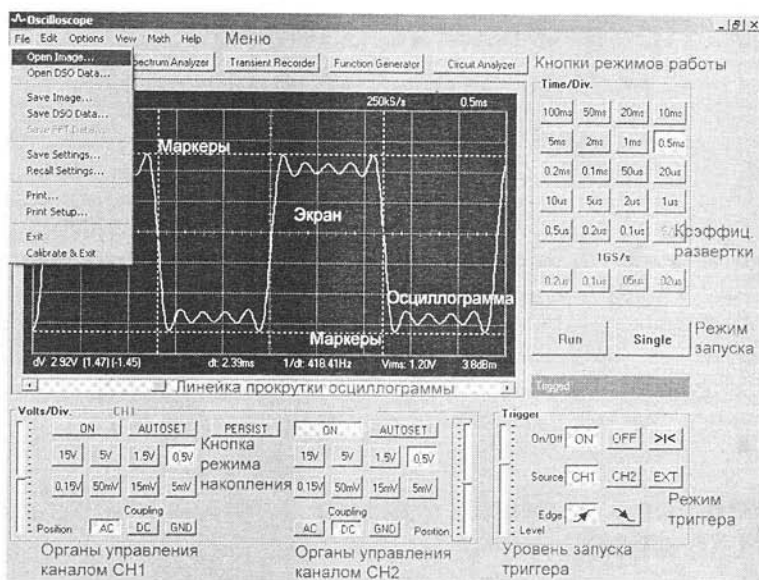

Рис. 9.1. Внешний вид окна лаборатории на диске
Ниже представлено описание достаточно массовой версии 1.38 лаборатории PC-Lab, появившейся в конце 2004 года и более новой реализации PC-Lab 2000 v. 2.01, появившейся в начале 2006 г. Внешний вид окна лаборатории, развернутого во весь экран дисплея компьютера, представлен на рис. 9.1.
- Меню — основное меню лаборатории с открывающимися позициями (на рис. 9.1 открыта позиция File);
Как всякая программная система, виртуальная лаборатория PC-Lab 2000 имеет стандартное меню (рис. 9.1) с рядом позиций:
Каждая позиция меню открывается указанием на нее курсором мыши и щелчком левой клавиши мыши (см. рис. 9.1 с открытой позицией File). При этом становится возможным исполнение относящихся к ней команд. Меню PC-Lab 2000 является контекстно-зависимым. Проявляется это в отсутствии позиции Math в меню режима регистрации и частотного анализа схем.
Виртуальная лаборатория PC-Lab 2000 обменивается данными с компьютером через файлы. Для этого она позволяет создавать и считывать файлы ряда характерных для нее форматов. Основные файловые операции PC-Lab 2000 сосредоточены в позиции File меню. Она содержит следующие команды (см. рис. 9.1, где эта позиция открыта):